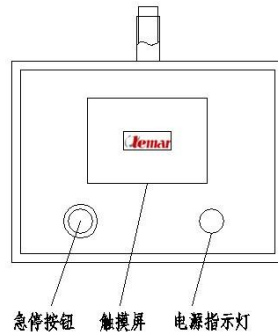

图 5-9
a) 急停开关（如图 5-9）—— 用于紧急情况停机。放开急停开关，将 电源开关（钥匙开关）置于 ON 的位置，此时触摸屏亮起。按下急停开关，若触摸屏及时消息栏提示“紧急停车”，说明急停开关及其线路有效，否则应予纠正。